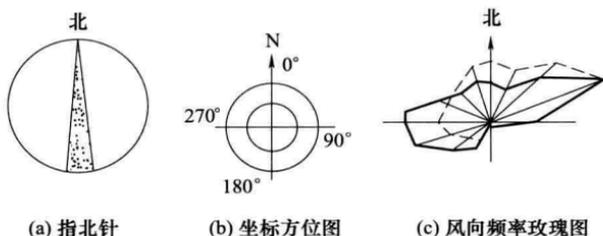

图 1-3 方位标
④ 方位标的表示 确定管道安装方位基准的图标，称为方位标。管道底层平面上一般用指北针表示建筑物或管线的方位；建筑总平面图或室外总体管道布置图上还可用风向频率玫瑰图表示方向，见图 1-3。